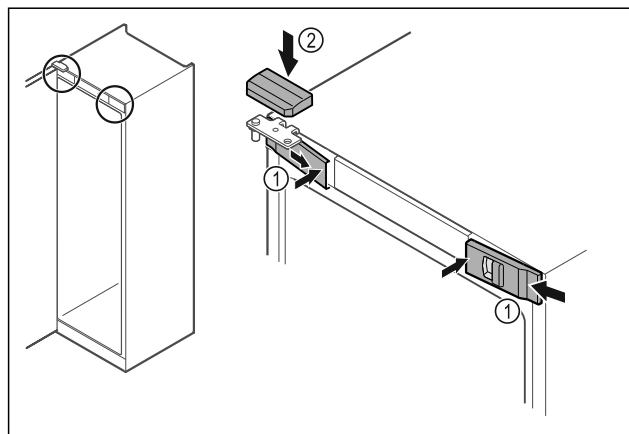

Fig. 47
- Enganchar las cubiertas delanteras Fig. 47 (1) lateralmente y encajar el interior.
- Encajar la cubierta superior Fig. 47 (2) desde arriba.